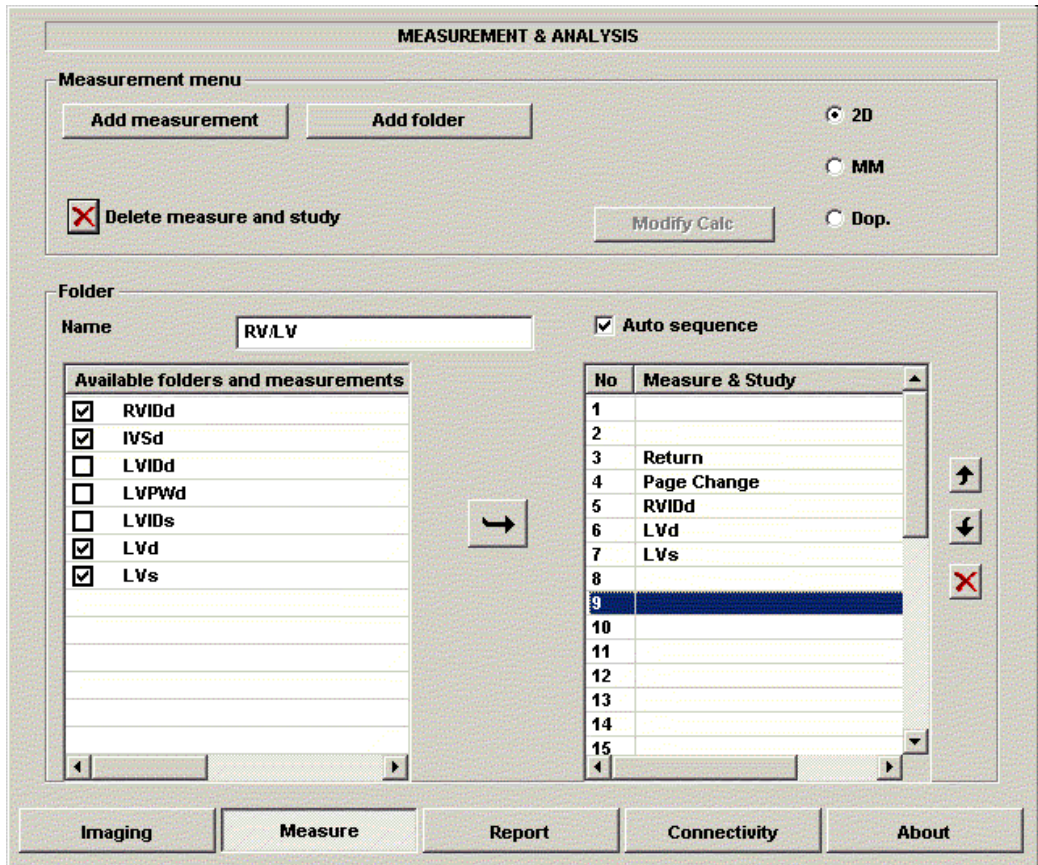

Рис. 7-12. Перечень Measure & Study (Измерение и исследование): Выбор позиции
1. В перечне Measure & Study (Измерение и исследование) переместите курсор **Трекбола** для выделения позиции, куда требуется добавить пункт, и нажмите клавишу **Set** (**Установка**). См. Рис. 7-12.